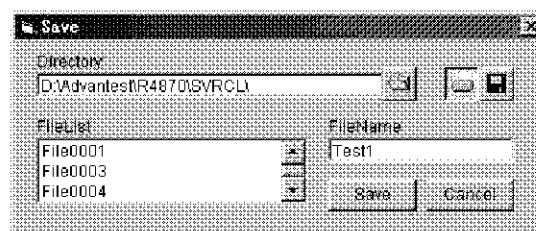

図 2-18 データの保存
6. あらかじめ保存されているファイル名が File List 表示ボックスにリスト表示されているので、確認してからファイル名を入力します (図 2-18 参照)。